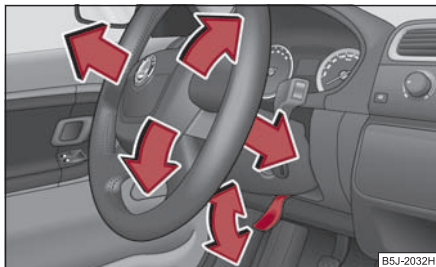

Abb. 121 Verstellbares Lenkrad: Hebel unter der Lenksäule
- Schwenken Sie den Hebel unter der Lenksäule ⇒ Abb. 121 nach unten ⇒ ⚠.